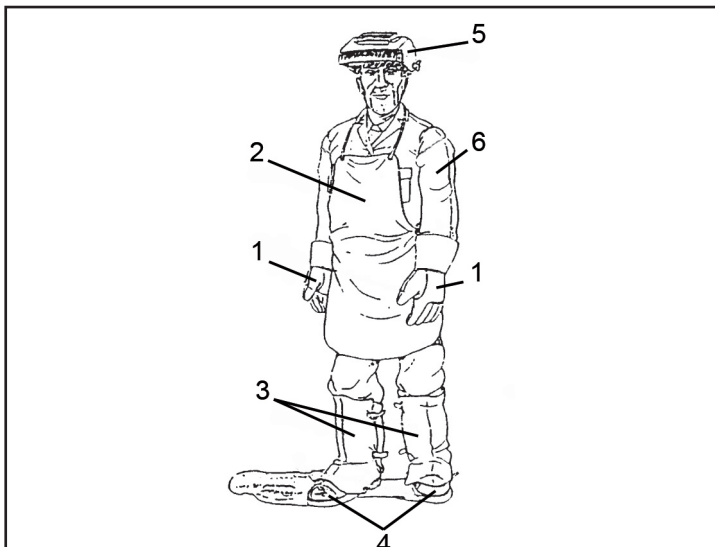

Abb. 1
- Die Bediener und ihre Gehilfen müssen ihren Körper durch Tragen von geschlossenen und nicht brennbaren Schutzanzügen ohne Taschen oder Umschläge schützen. Etwaige Öl- bzw. Fetts Spuren müssen von jeder Kleidung vor dem Anziehen entfernt werden. Nur Kleidung mit CE-Kennzeichnung und Eignung für das Lichtbogenschweißen (Abb. 1) tragen: